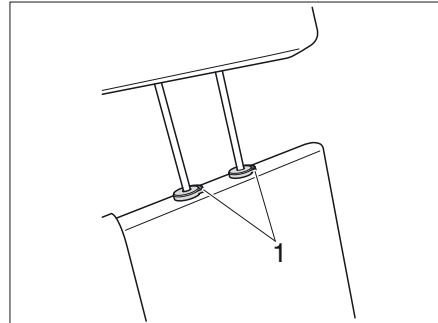

Bild 22 Nackstöd sittbänk (Variant 2)
*Variant 2* ■ Tryck på båda säkerhetsknapparna (Bild 22,1) och justera eller ta bort nackstödet.